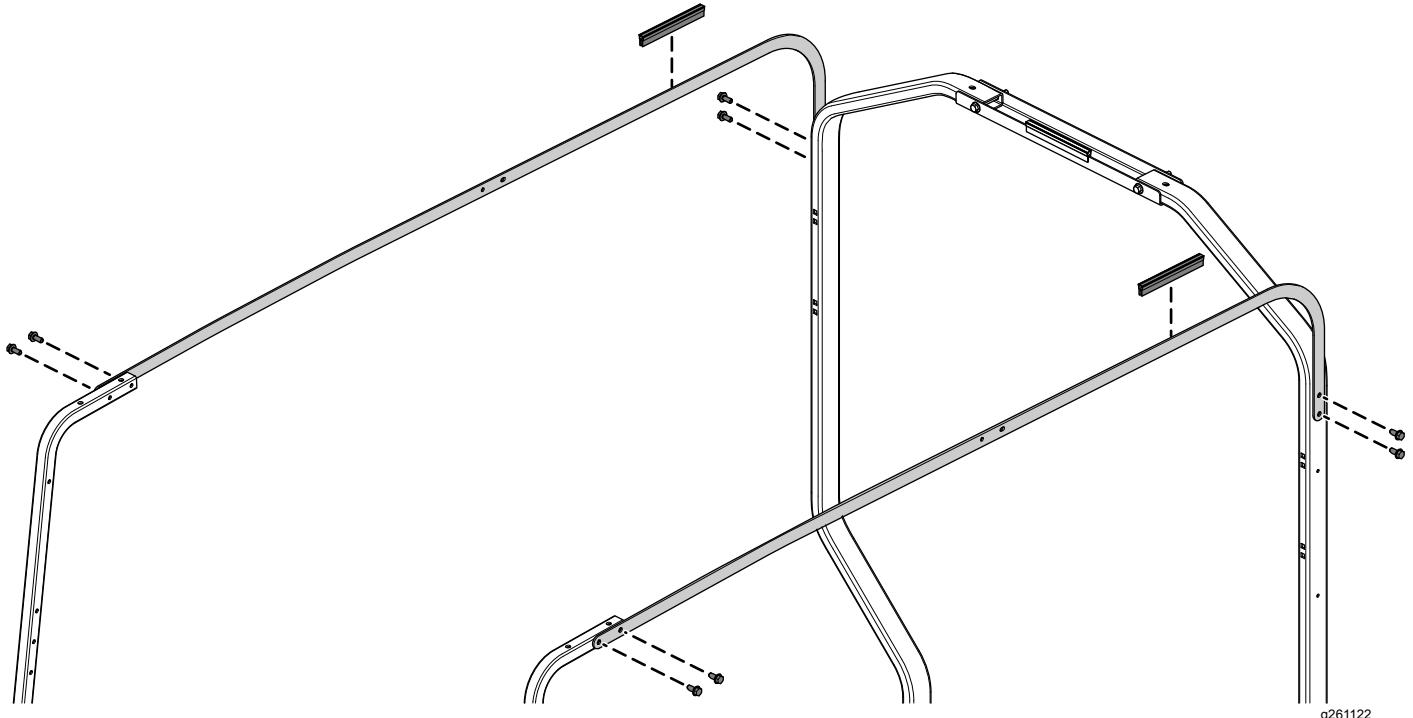

Bild 14
1. Befestigen Sie die beiden langen Sonnendachhalterungen mit acht Sechskantschrauben (5/16" x ¾") an den vorderen und hinteren Befestigungsrohren, wie in Bild 14 dargestellt.
2. Montieren Sie die beiden Blendendichtungen an den beiden langen Sonnendachhalterungen (Bild 14).